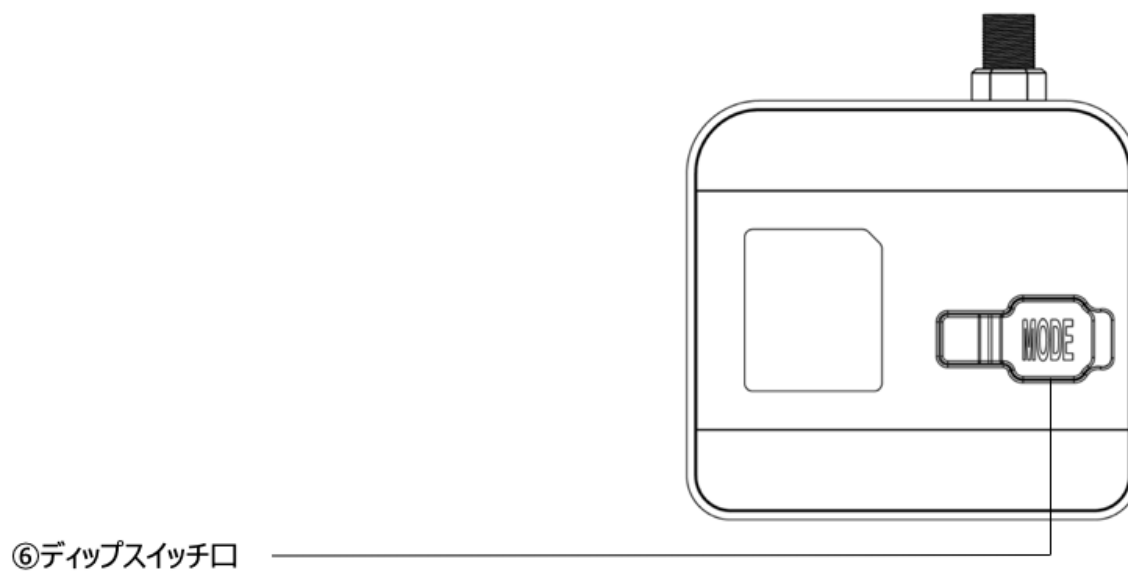

図 1-3-2 外観(背面)
ASR-P37U のディップスイッチ (図 1-3-2⑥を参照) の 2 を ON/OFF することで HID モードとシリアルモードの切り替えができます。